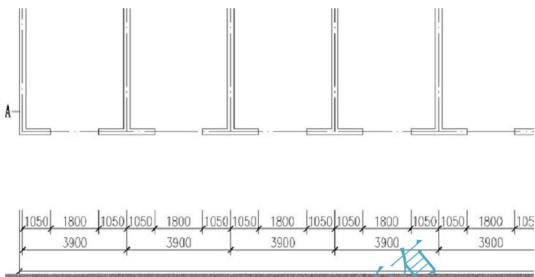

图 3.61 向左延伸尺寸线
(1) 单击【修改】工具栏上的【延伸】图标  (快捷键 EX)。
(2) 在**选择对象或<全部选择>**: 提示下, 选择图 3.61 所示的外墙外边线 A, 则 A 墙线变虚, 表示外墙线 A 被指定作为延伸边界。
(3) 按 Enter 键进入下一步。
(4) 在**选择要延伸的对象, 或按住 Shift 键选择要修剪的对象, 或 [栏选(F)/窗交(C)/投影(P)/边(E)/放弃(U)]**: 提示下, 输入“E”并按 Enter 键。
(5) 在**输入隐含边延伸模式 [延伸(E)/不延伸(N)]<不延伸>**: 提示下, 输入“E”并按 Enter 键, 表示沿自然路径延伸边界。
(6) 在**选择要延伸的对象, 或按住 Shift 键选择要修剪的对象, 或 [栏选(F)/窗交(C)/投影(P)/边(E)/放弃(U)]**: 提示下, 单击第 3 道尺寸线的左端点, 这时第 3 道尺寸线左边的尺寸界线延伸到外墙线 A 处, 结果如图 3.61 所示。
(7) 按 Enter 键, 结束【延伸】命令。